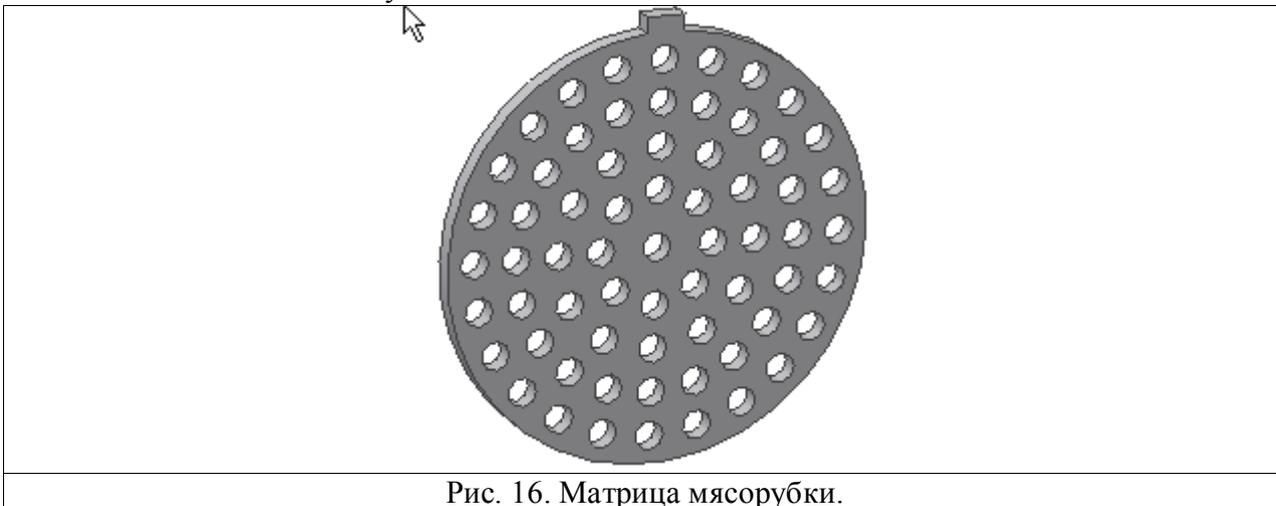

Рис. 16. Матрица мясорубки.
3. При помощи команды **Extrude**  самостоятельно выдавите контур на толщину 2 мм (Рис. 16.), но первоначально не забудьте выйти из режима построения эскиза, выбрав в контекстном меню команду **Finish Sketch**.